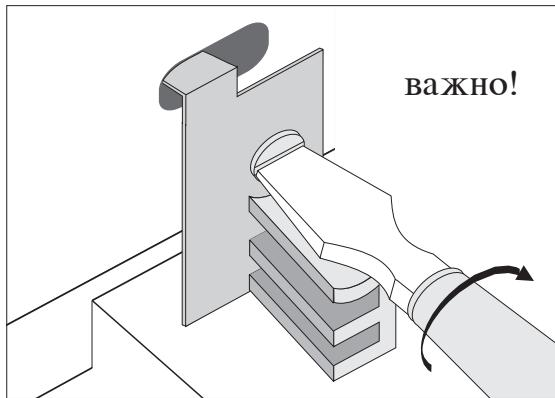

Рис. 5-9 Перекидная защелка для фиксации силового модуля
4. Установите поворотную защелку в фиксированное положение и затяните винт. Не затягивайте винт слишком сильно. См. рис. 5-9.